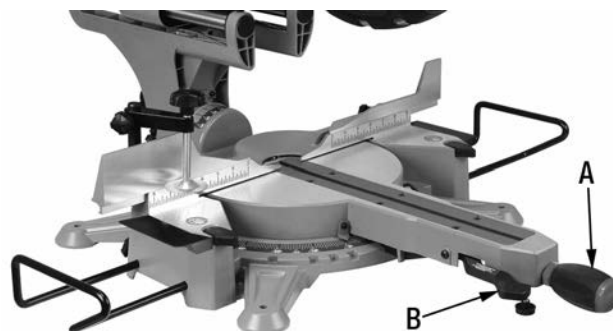

FIGURE 17A
1. Desserrez le bouton de verrouillage d'onglet (A) Fig.17A. En tenant le bouton de verrouillage d'onglet, déplacez la table de scie à l'angle souhaité. Pour franchir une ou plusieurs des arrêts positifs, il sera nécessaire d'appuyer sur le levier de détente (B). Serrez le bouton de verrouillage de l'onglet.